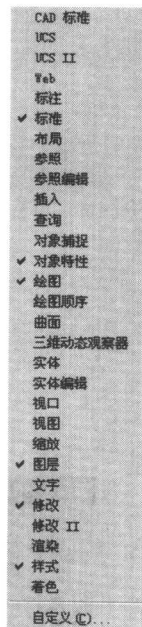

图 1-7 工具栏快捷菜单
(2) 工具条快捷菜单 将光标放置在任一工具条上, 单击鼠标右键, 在屏幕上会弹出一个工具条快捷菜单, 如图 1-7 所示。点取某一选项, 即可打开或关闭某一工具条。